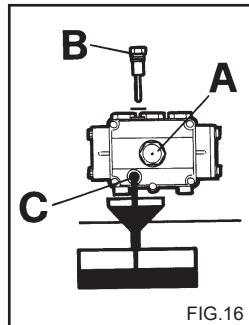

FIG.16
- 2) Irrota korkki mittatikulla (Fig. 16).